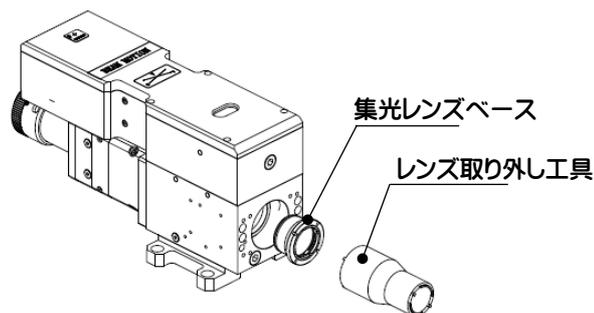

図 6.6 - 集光レンズベースの取り外しと取り付け
- 図 6.6 に示すように、レンズ取り外しツールを使用して集光レンズマウントを取り外します。